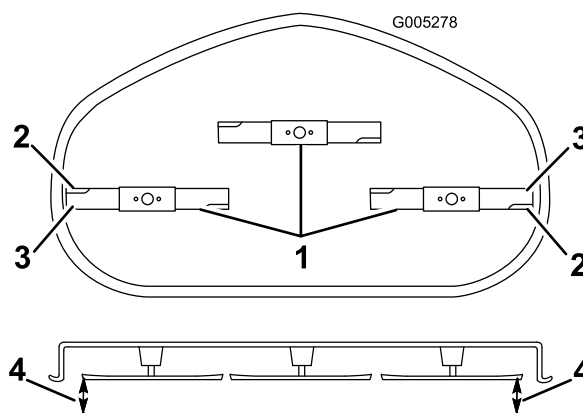

Figura 41
5. Fate ruotare con cautela la lama (o lame) da un lato all'altro (Figura 41). Misurate la distanza tra i taglienti esterni e la superficie piana (Figura 41). Se entrambe le misure non rientrano nella tolleranza di 5 mm è necessario regolare; proseguite l'operazione.
6. Misurate la distanza tra i taglienti esterni e la superficie piana (Figura 41). Se entrambe le misure non rientrano nella tolleranza di 5 mm è necessario regolare; proseguite l'operazione.